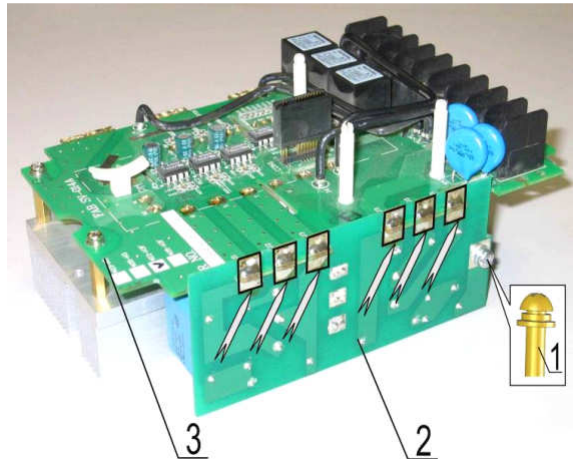

Рис. 6.13
6.9.1. Выкрутить винт (1) (рис. 6.13). Положить винт в тару.
6.9.2. Отпаять плату ЭМИ-фильтра (2) (рис. 6.13). Места пайки показаны на рисунке стрелками. Положить плату в тару.